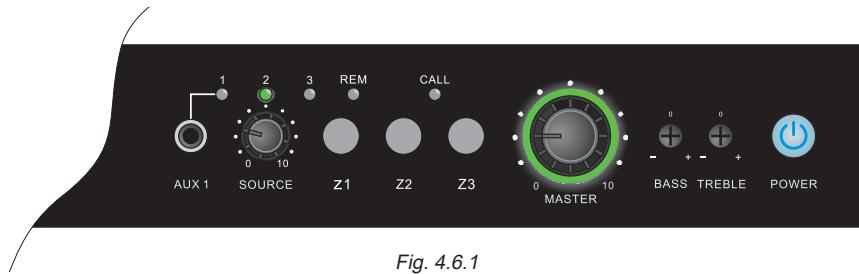

Fig. 4.6.1
Per selezionare una sorgente, dopo aver effettuato il collegamento sul pannello posteriore, premere ripetutamente il potenziometro **SOURCE** (4) fino all'accensione del LED relativo alla sorgente desiderata, (nell'esempio di fig. 4.6.1 la sorgente è quella collegata alla presa posteriore RCA AUX 2). Procedere quindi alla regolazione, ruotando il controllo **SOURCE** a seconda delle proprie necessità.
N.B. Collegando una sorgente alla presa jack **AUX 1 (3)**, il controllo **SOURCE** seleziona automaticamente l'ingresso **AUX 1** come segnalato dal relativo LED frontale **CALL** (7).
To select a source, first connect it on the back panel, then press the **SOURCE** potentiometer (4) repeatedly until the LED for the desired source lights up (in the example in fig. 4.6.1, the source is the one connected to the RCA AUX 2 socket on the back panel).